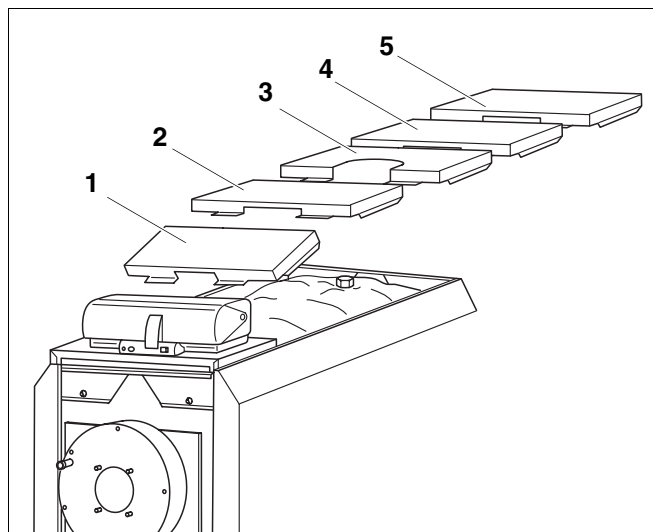

Fig. 23 Kappedele
- Læg kedelkappedelene løst på højre og venstre sidevæg med afkantningen fremad som vist på fig. 23.
Den tredje kappedel (fig. 23, **pos. 3**) har et udbrud til vandmangelsikringen.
Tab. 3 Målene på kedelkappedelene fra fig. 23, **pos. 1 til 5** (alle mål i mm)